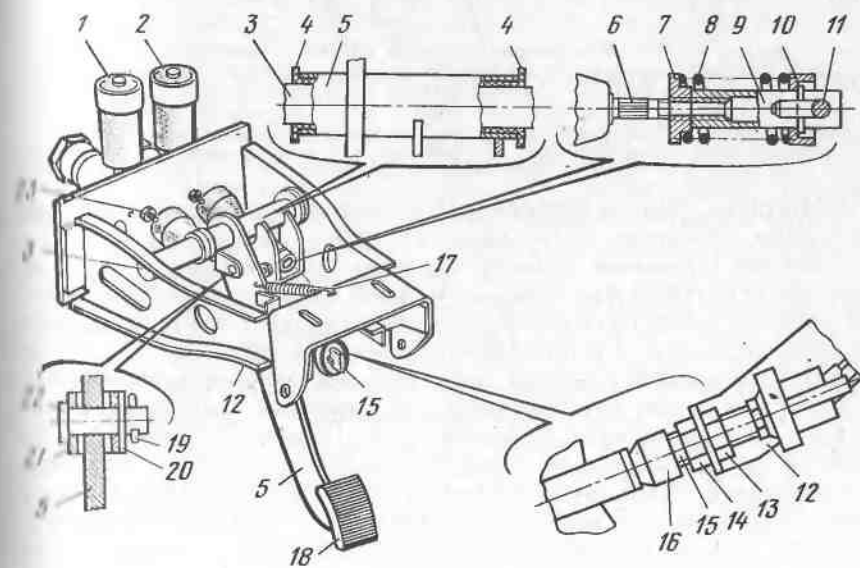
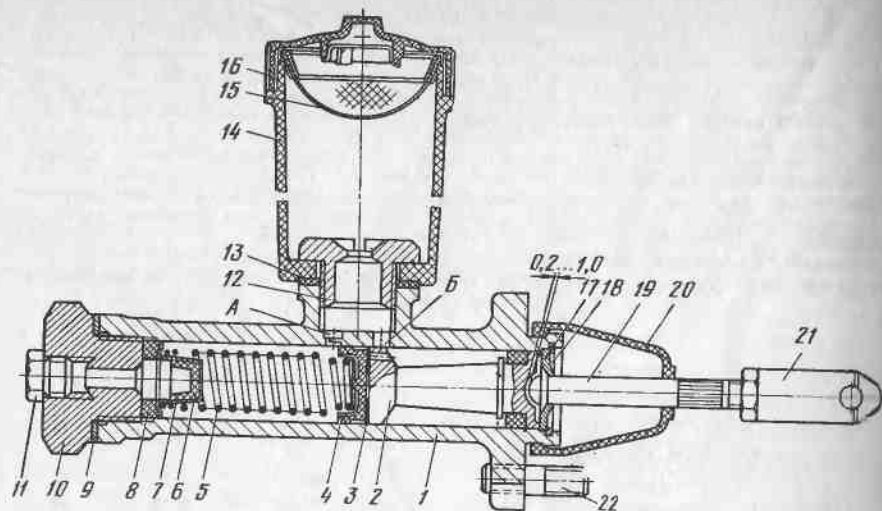

Рис. 168. Ножной привод тормозов:
Рис. 169. Цилиндр тормоза передних колес:
Гидравлический привод (рис. 167) к тормозным механизмам колес включает в себя подвесную педаль, два главных тормозных цилиндра, гидровакуумный усилитель и системы соединительных трубок, гибких шлангов и арматуры. В систему привода входит также выключатель сигнала торможения 15 (рис. 168) и выключатель 13 (см. рис. 167). Педаль 5 (см. рис. 168) установлена на вронштейне 12 при помощи оси 3, которая неподвижно закреплена
**Главный тормозной цилиндр** передних колес 1 связан с педалью через регулируемый толкатель, а главный тормозной цилиндр 2 задних колес — через пружину 8, которая выполняет роль ограничителя тормозных сил. Свободный ход педали в пределах 2,5...10 мм обеспечивается конструкцией узла. Это достигается гарантированным зазором между сферическими поверхностями головки толкателя 19 (рис. 169) и поршня 2, равным 0,2...1,0 мм. Главный цилиндр тормоза предназначен для создания давления в системе гидропривода тормозов. При торможении толкатель 19 перемещает поршень 2, сжимая пружину 5. В начальный момент движения поршня край его манжеты 4 закрывает компенсационное отверстие А, изолируя полость цилиндра от бачка 14. В полости главного цилиндра создается давление жидкости, под действием которого клапан 6 отжимается от обоймы 7, открывая имеющиеся в ней 4 отверстия, пропуская жидкость в систему привода и приводя в действие тормозные механизмы. При отпускании педали поршень возвращается назад и клапан 6 вновь прижимается к обойме, закрывая отверстия. При растормаживании жидкость из колесных цилиндров вытесняется и главный тормозной цилиндр, отжимая обойму 7 от упорного резинового кольца 8 и сжимая пружину 5, которая рассчитана так, что после пропуска основного количества жидкости она вновь прижи-
**Снятие и установка главных тормозных цилиндров.** Для снятия необходимо: отсоединить от главных цилиндров трубопроводы и закрыть заглушкой отверстие в цилиндре, чтобы предотвратить утечку тормозной жидкости; расшплинтовать пальцы крепления цилиндров к педали, удерживая педаль в крайнем верхнем положении, извлечь пальцы; отвернуть гайки крепления цилиндра 23 (см. рис. 168) к кронштейну, снять цилиндры; отвернув крышку 16 (см.
рис. 169), слить тормозную жидкость. При замене главного тормозного контура гидропривода задних колес необходимо снять ограничитель тормозных сил, для чего необходимо отвернуть шток 9 (см. рис. 168), снять опорную шайбу 10, пружину 8 и гайку 7.
**Разборка и сборка главных тормозных цилиндров.** Отвернуть крышку и снять сетку 15 бачка, вывертывают штуцер 12 (см. рис. 169) и снимают бачок. Сняв резиновый чехол 20 с цилиндра, вынимают стопорное кольцо 18. Слегка продвинув толкателем поршень в полость цилиндра и постепенно отпуская толкатель, дают поршню 2 выйти из полости цилиндра под действием возвратной пружины. Вынимают упорную шайбу 17, поршень 2 с манжетой 4 и клапаном, пружину 5, обойму клапана 7, клапан 6, упорное кольцо 8. При снятии и последующей установке штуцера 10 необходимо обязательно заменять алюминиевую прокладку 9.